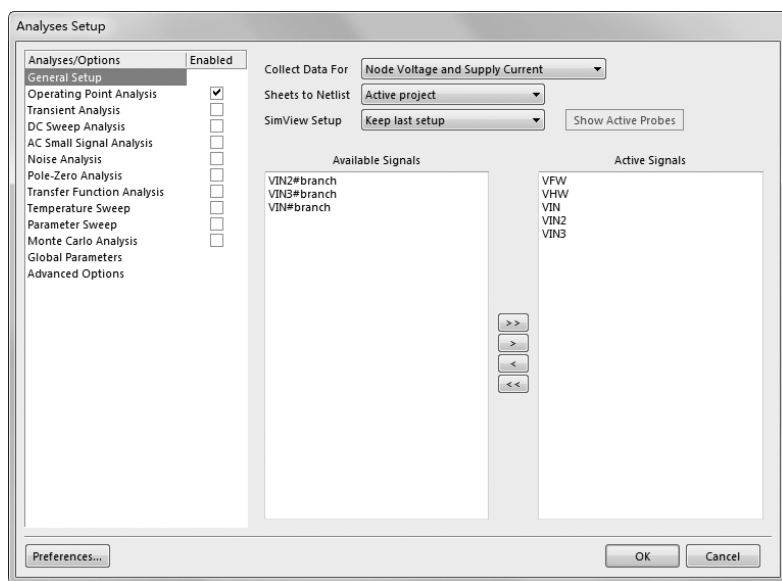

图 12-30 通用参数设置
选择菜单命令“设计”→“仿真”→“Mixed Sim”（混合仿真），弹出仿真分析对话框，如图 12-30 所示。在本例中需要设置“General Setup”（常规设置）选项卡和“Transient Analysis”（传输特性分析）选项卡。
- (1) 通用参数设置。通用参数的设置如图 12-30 所示。